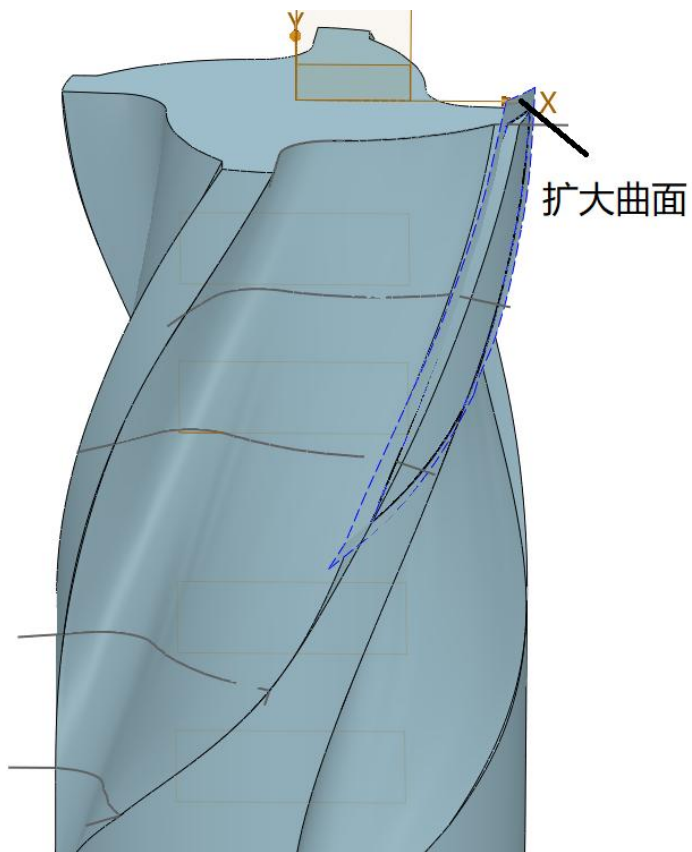

图 10-12 扩大面
(9) 刀刃修剪，绘制修剪刀刃的曲面，如图 10-12 所示。